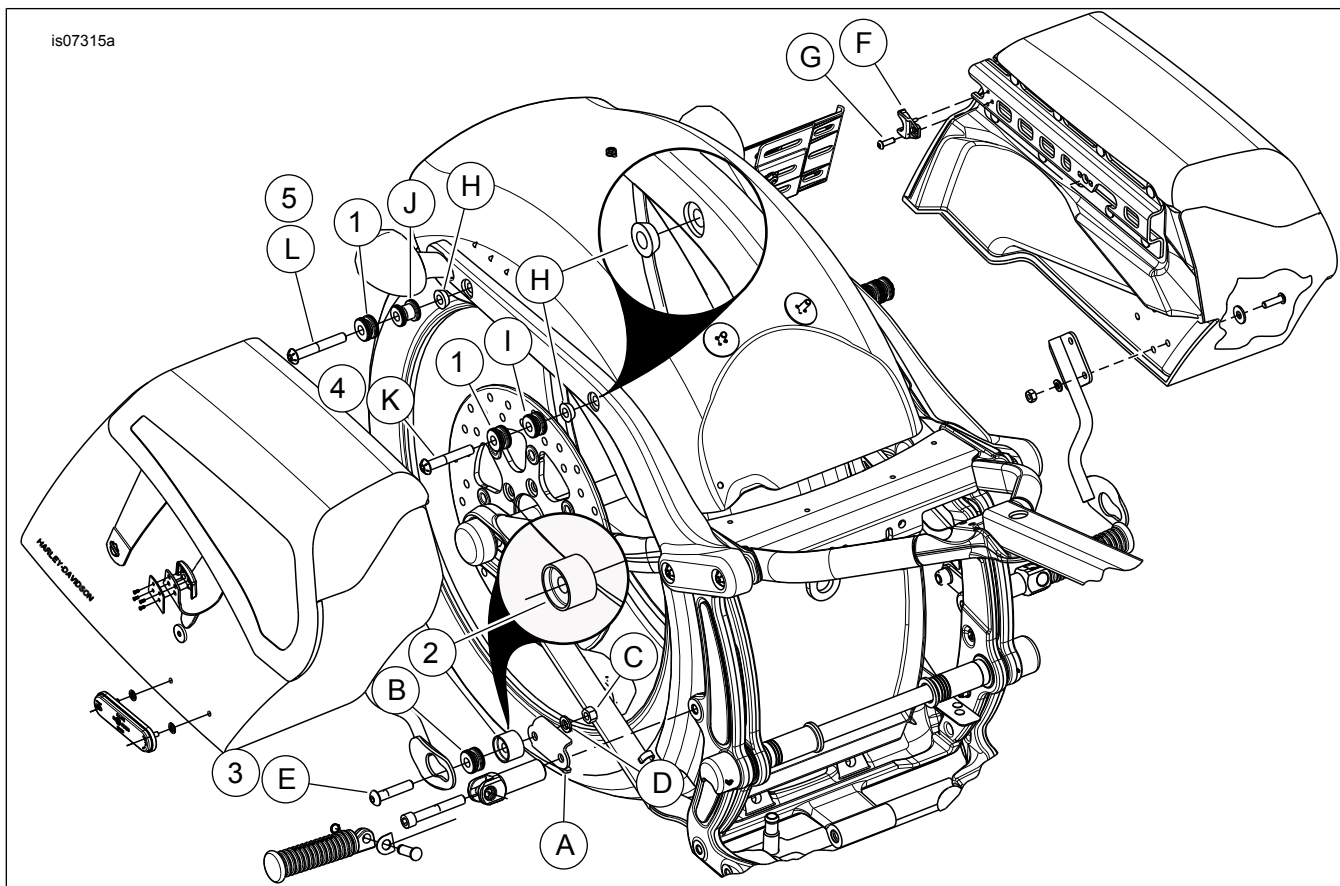

Figura 1. Piezas de servicio: Kit de puntos de acoplamiento para alforjas desmontables (pieza № 52300243)
Vea Figura 1 y Tabla 1.
2. Vea Figura 1. Extraiga los tornillos (K y L), los puntos de acoplamiento (J e I) y los espaciadores cónicos de acoplamiento (H). Tome nota de la ubicación de los puntos de acoplamiento y de la orientación del espaciador cónico.
3. Quite la tuerca (C), la arandela dividida (D), el punto de acoplamiento mini (B) y el tornillo (E) de la pieza de soporte (A). Deje la pieza de soporte (A) instalada en la motocicleta.
4. Quite y deseche el espaciador de acoplamiento (F) y el tornillo (G).
1. Vea Figura 1. Reemplace los tornillos (K y L) con los tornillos (4 y 5) de este kit.
2. Reemplace el tornillo (E) con el tornillo (3) de este kit.
3. Quite y deseche el espaciador de acoplamiento (F) y el tornillo (G) del kit de alforjas.
1. Vea Figura 1. Instale el tornillo (4), el punto de acoplamiento mini (1), el punto de acoplamiento mini (I) y el espaciador cónico (H) en la ubicación de montaje de la riostra delantera. Apriete a 28,5–36,6 N·m (21–27 ft-lbs).
2. Instale el tornillo (5), el punto de acoplamiento mini (1), el punto de acoplamiento ancho (J) y el espaciador cónico (H) en la ubicación de montaje de la riostra trasera. Apriete a 28,5–36,6 N·m (21–27 ft-lbs).
3. Instale el tornillo (3), el punto de acoplamiento mini (B) y el espaciador (2) en la pieza de soporte de montaje del 3er punto (A). Asegure con la arandela de seguridad (D) y la tuerca (C). Apriete a 28,5–36,6 N·m (21–27 ft-lbs).